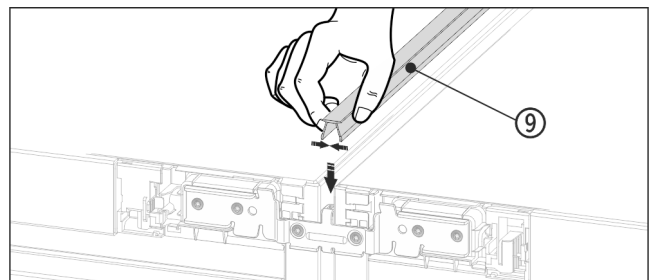

Fig. 20
- Tryck in den korta täcklisten Fig. 20 (9) i den horisontella spalten på ovensidan.